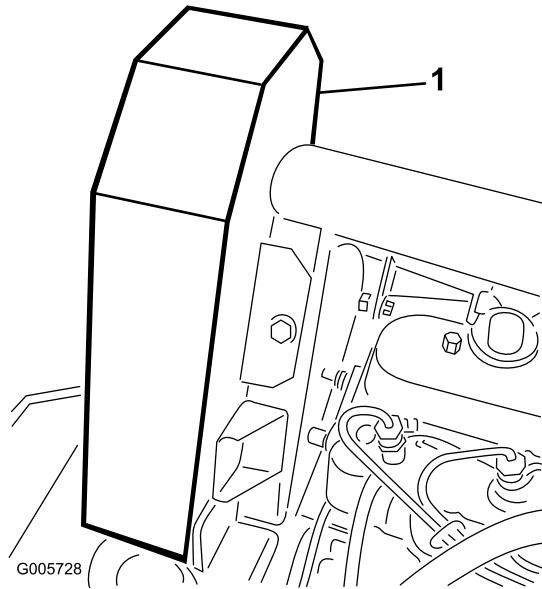

Bild 64
2. Nehmen Sie die (5) Kopfschrauben ab, mit denen der Ventilatortreibriemenschutz befestigt ist, und nehmen Sie den Schutz ab (Bild 64).
5. Montieren Sie den Ventilatortreibriemenschutz und befestigen Sie ihn mit Kopfschrauben (Bild 64). Schließen und verriegeln Sie die Haube.
4. Montieren Sie den Ventilatortreibriemenschutz und befestigen Sie ihn mit Kopfschrauben (Bild 64). Schließen und verriegeln Sie die Haube.